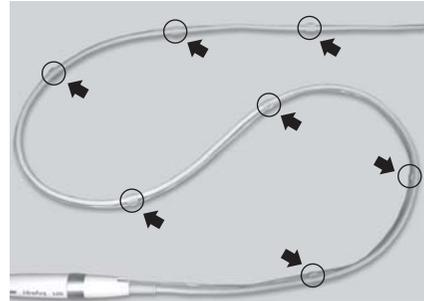

Abb. 16
- Bündeln Sie das Handstückkabel und den Kühlmittelschlauch an insgesamt 7 Stellen zusammen wie in Abb. 16 dargestellt.